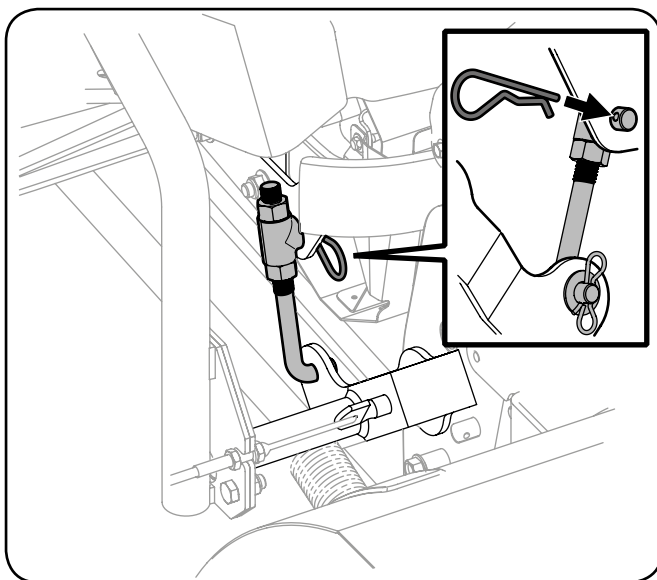

Рисунок 3-25
4. Извлеките пружинный шплинт из наконечника тяги. Вставьте наконечник тяги в отверстие на передней правой стороне бампера и зафиксируйте его по месту только что снятым пружинным шплинтом (см. рис. 3-25).